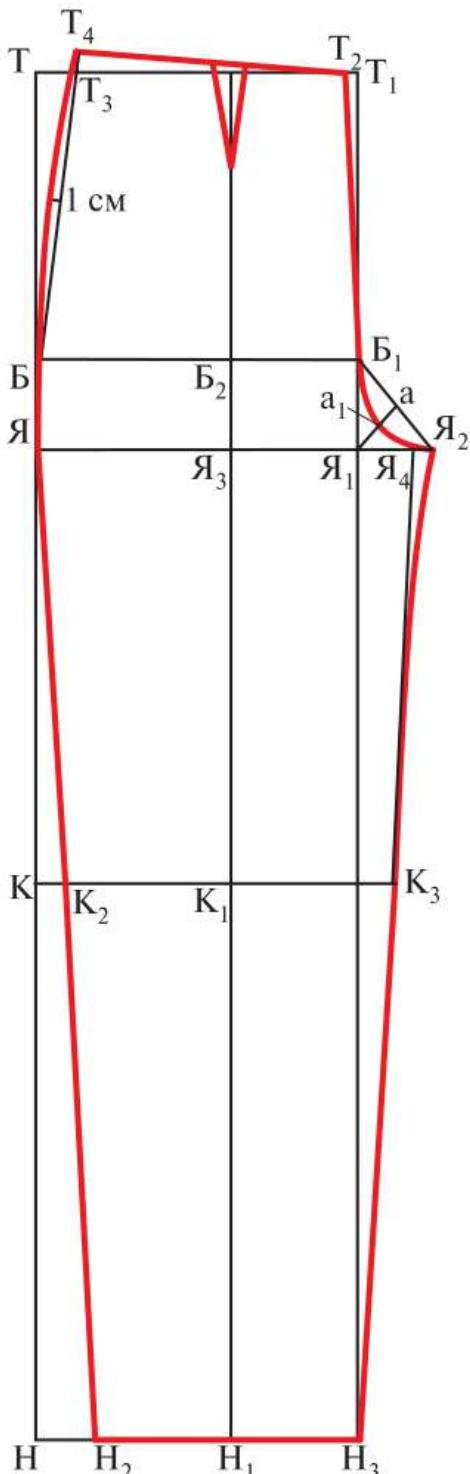

Рис. 6.52. Построение чертежа передней половинки брюк
Проведите вправо горизонтали из точек Т, Б, Я, К, Н. Получили следующие конструктивные линии: линию талии, линию бёдер, линию сидения, линию колена, линию низа (рис. 6.52).
1. *Построение средней линии.* Чтобы построить ширину передней половинки брюк по линии сидения, продлите горизонталь $ЯЯ_1$ вправо и отложите отрезок $Я_1Я_2$, рассчитанный по формуле (рис. 6.52):